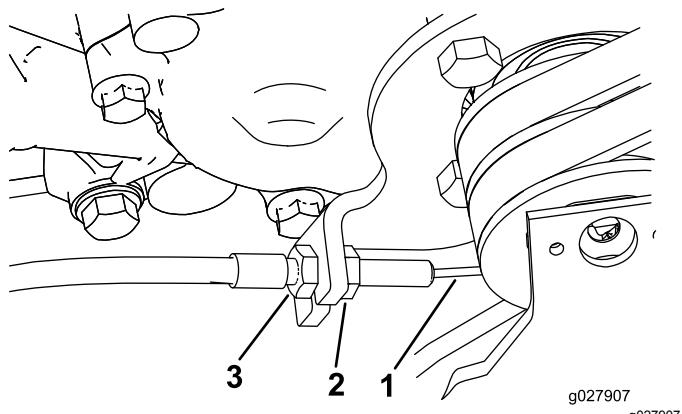

Bild 44
3. Um das Spiel aus dem Fahrantrieb zu entfernen, lösen Sie die vordere Kontermutter des Bowdenzugs und ziehen Sie die hintere Kontermutter des Bowdenzugs (Bild 44) an, bis das Spiel vollständig entfernt ist.